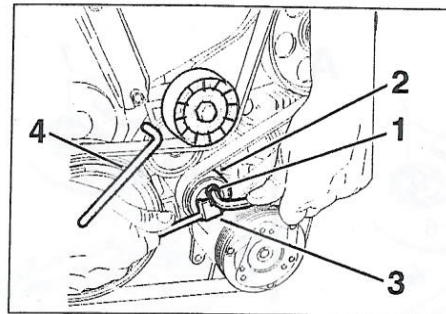
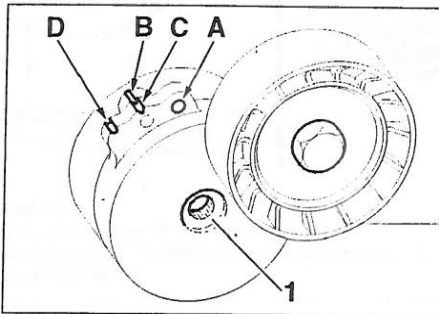
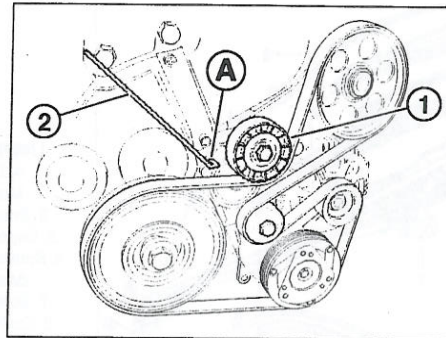

FIGURA 8-6
FIGURA 8-7
FIGURA 8-8
Aflojar la tuerca (1) (figura 8-6).
Actuar sobre el rodillo (2) con el útil (3) (útil PSA 0188-J2) hasta poder introducir el pasador (4) (útil PSA 0188-Q1) \varnothing 4 mm (figura 8-6) en el taladro (A) (figura 8-7).
Retroceder el rodillo (2) (figura 8-6).
Para el montaje, actuar sobre el rodillo (1) en el sentido horario para liberar el pasador (4) (figura 8-6). Respetar el sentido de montaje de la correa, terminar el montaje por el rodillo tensor, procurar que la correa esté bien colocada en las ranuras de las poleas.
Actuar sobre el rodillo (2) (figura 8-6), hasta poder introducir el pasador (2) (útil PSA 0188-Q1) en el taladro (A) (figura 8-8).